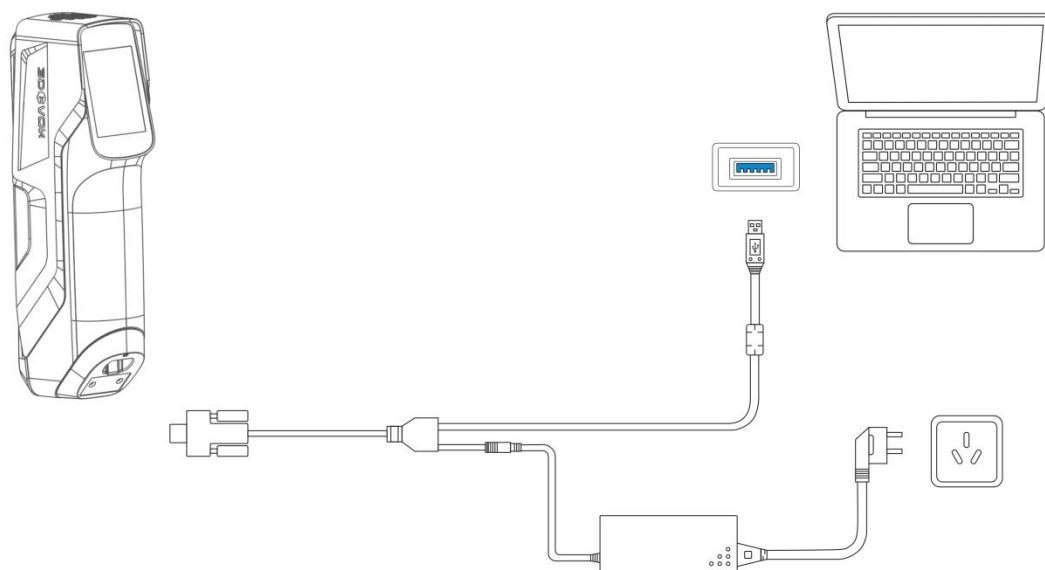

图 4-8 设备与 PC 端、电源连接示意图
- 3、机器、数据线、电源线与 PC 连接如图 4-8 所示。